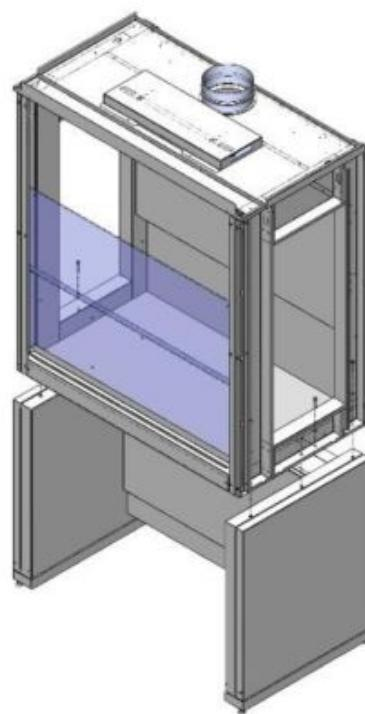

Рис. 3. Установка вытяжной камеры
- 6.4. Установить вытяжной бокс на каркас; зафиксировать, используя болты M8x45, шайбы 8 и предусмотренные в боковинах заклёпки-гайки M8 (Рис. 3).